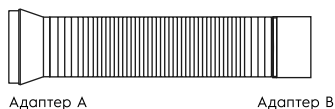

Рис. 2
1. Растяните воздухоотвод за оба конца (рисунок 2).